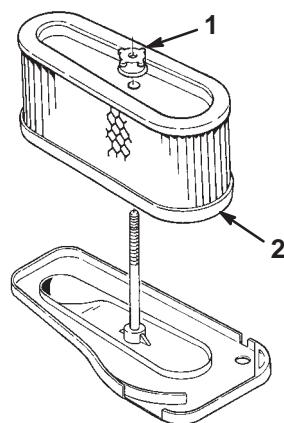

Bild 22
10. Schrauben Sie die Gummimutter los und entfernen Sie den Papiereinsatz (Bild 22).
3. Drehen Sie die Gummimutter mit der Hand gegen den Luftfilter (Bild 22).